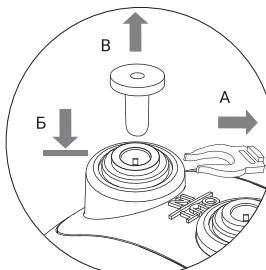

рис. 1
- Удалите стопорную клипсу (A). Удерживая прижатым к основанию фитинга цанговое кольцо (Б), аккуратно извлеките транспортную заглушку (В) (рис. 1).